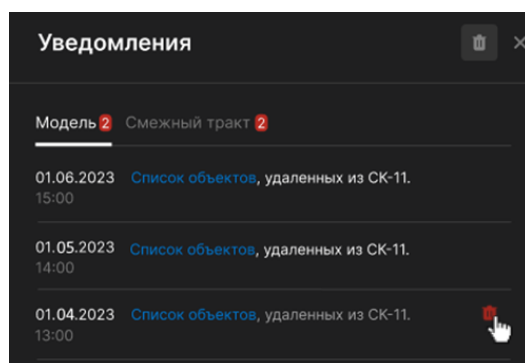

Рисунок 3.11 Кнопка «Корзина» на форме «Уведомления» для удаления одного уведомления
- нажать на кнопку «Корзина», расположенную напротив уведомления, для удаления одного выбранного уведомления (Рисунок 3.11);